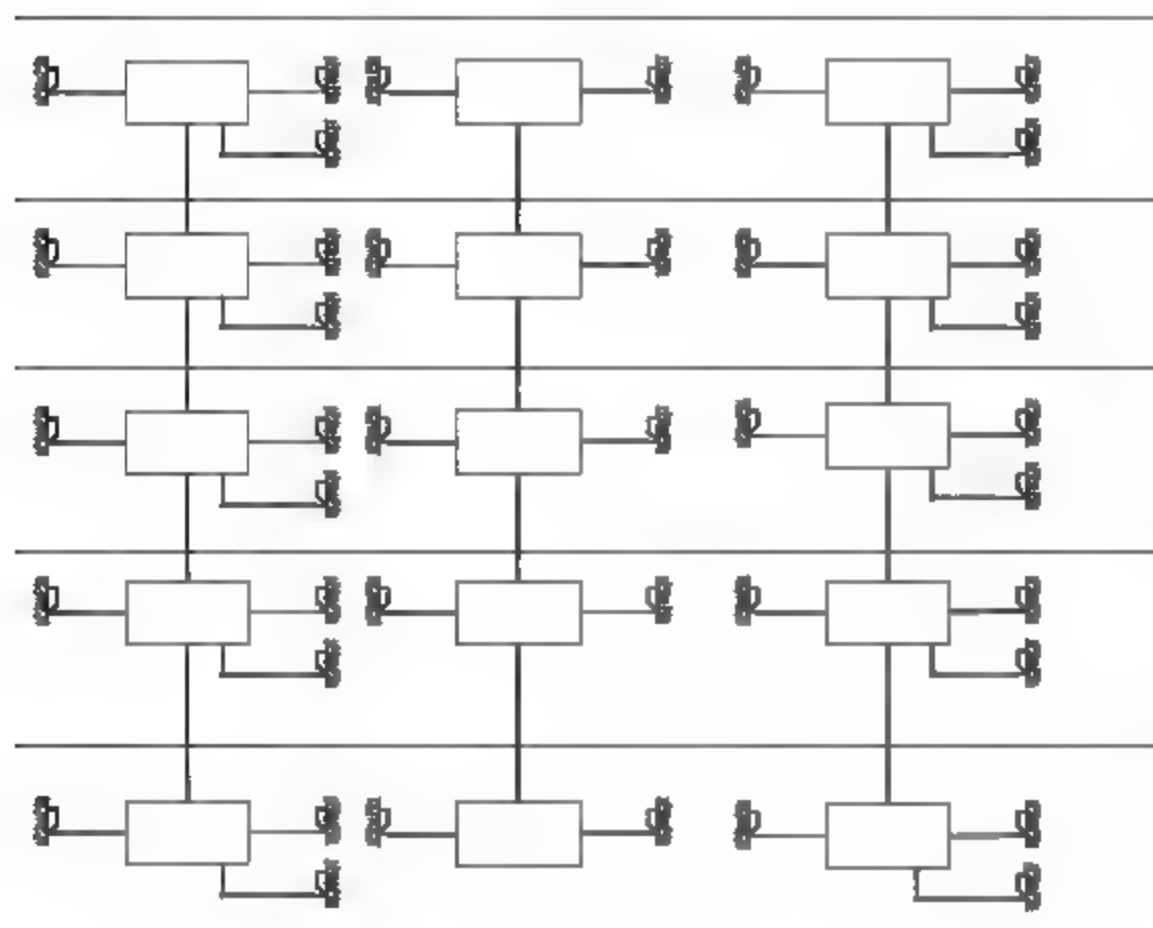

图13-25 绘制总分线盒
**06** 调用REC【矩形】命令，绘制尺寸为2838×1900的矩形，结果如图13-25所示。